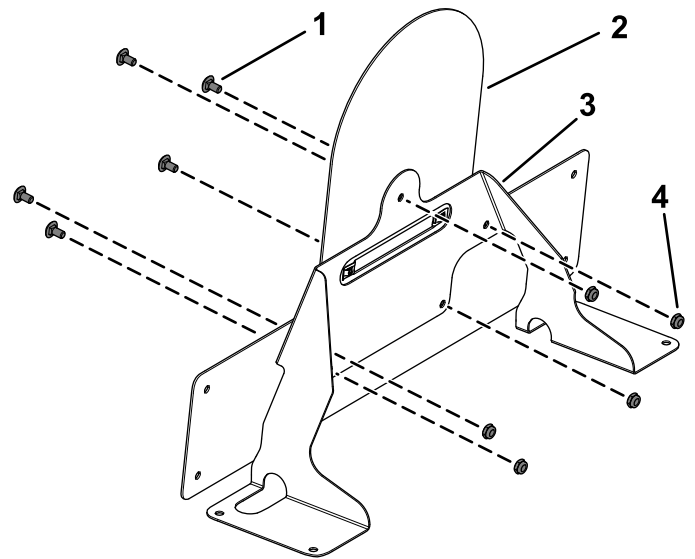

**Figura 21**
7. Applicate l'adesivo del limite di velocità sul supporto della piastra (Figura 21).